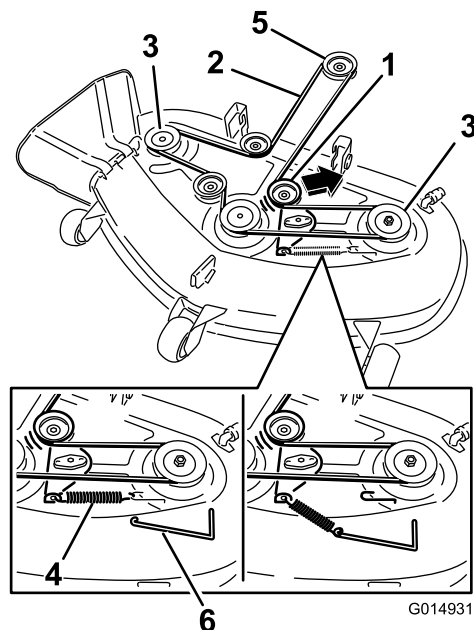

Figura 63
6. Pase la correa nueva alrededor de las poleas del motor y del cortacésped (Figura 63).
7. Usando una herramienta para la retirada de muelles, instale el muelle tensor sobre el gancho de la carcasa y tense la polea tensora y la correa del cortacésped (Figura 63).
5. Usando una herramienta para la retirada de muelles (Pieza Toro N° 92-5771), retire el muelle tensor del gancho de la carcasa para eliminar la tensión de la polea tensora, y retire la correa de las poleas (Figura 63).